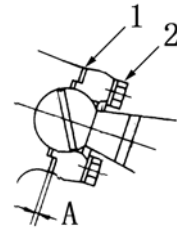

Figura 2-75
los interruptores. (figura 2-75) mida el espacio muerto (A), y luego desenrosque el tornillo (2) Colocar un separador de profundidad (A+1) mm y fijar con pernos. Asegúrese de que el conector articulado de bola pueda girar libremente después de sujetar el tornillo.